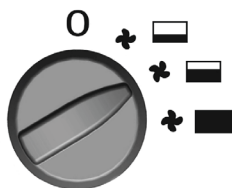

FIG. 2
- **Fig. 2** – medium kapacitet